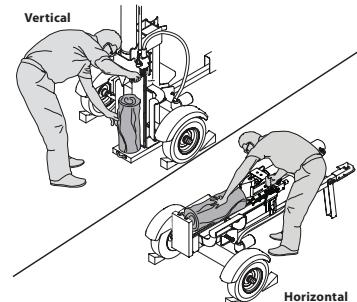

Figura 13
- Trabe las dos ruedas por delante y por detrás. Vea la Figura 13.
3. Para estabilizar el tronco, coloque la mano izquierda en el costado del tronco que está frente a la viga como se indica en la Figura 13.